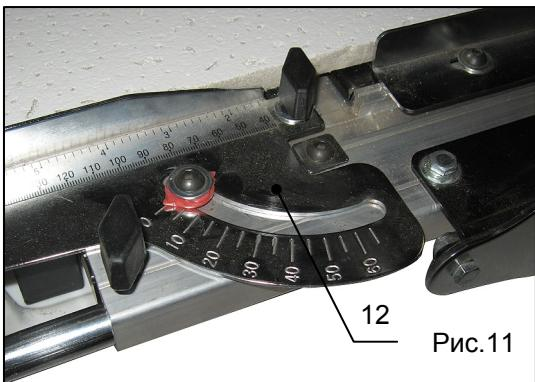

Рис.11
1. Установите угловую направляющую (поз. 12, рис.11) в положение 0градусов. Переместите режущую головку в крайнее левое положение.